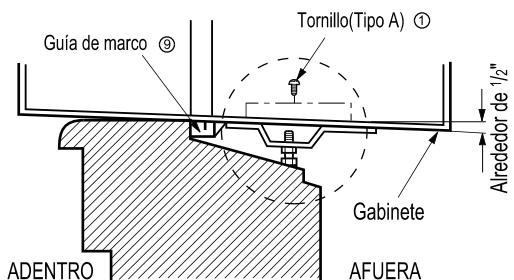

Fig. 4
4. Seleccione la posición en la que colocará el soporte del dintel ⑥ cerca del punto más externo del dintel. Fig. 4
5. Agregue el soporte del dintel al hueco de la guía del gabinete según la posición seleccionada usando 2 tornillos tipo A ① en cada soporte Fig. 4